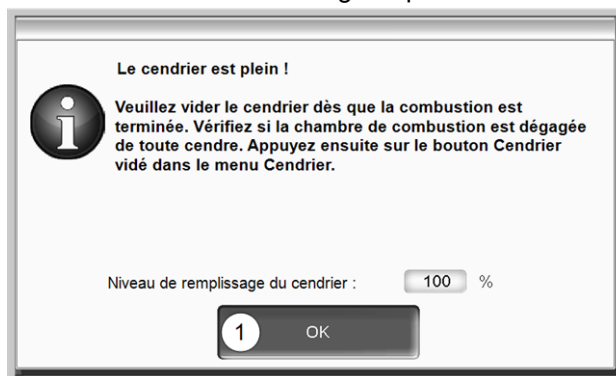

Abb. 2-50
- Confirmer le message d'avertissement à l'écran avec **OK 1** > Abb. 2-50